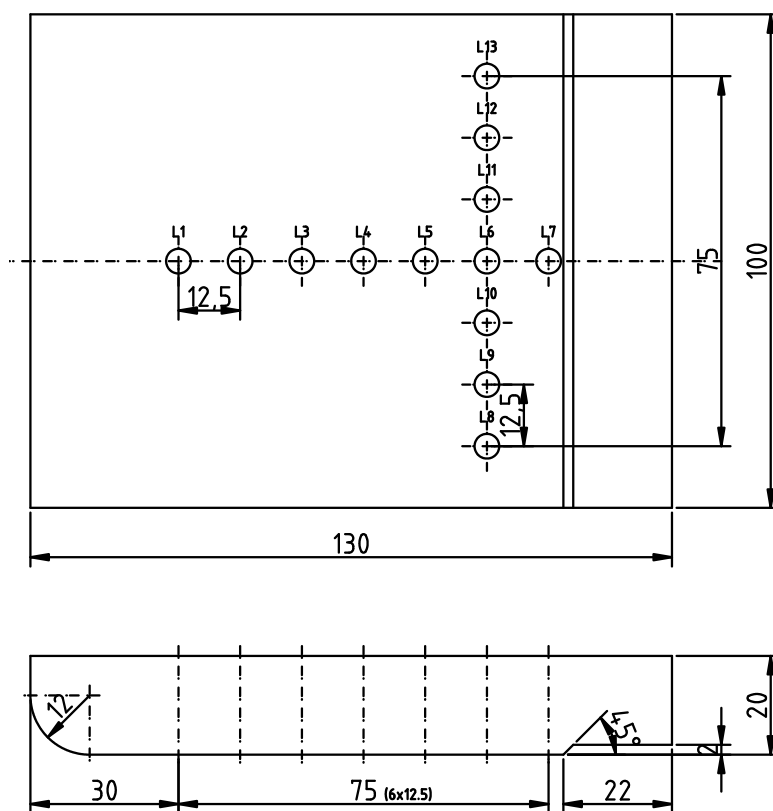

Figura 1: Geometria do patim hidrodinâmico
4. altura das colunas de lubrificante nas diferentes posições (L_1 a L_{13}), ver Figura 1. Em todas as posições deve-se adicionar a distância ao suporte do patim 45 mm.
2. Determinar as pressões (experimental) em cada posição do patim para cada condição de funcionamento (considerar as dimensões do patim na Figura 1 e diâmetro do tambor de 140 mm);